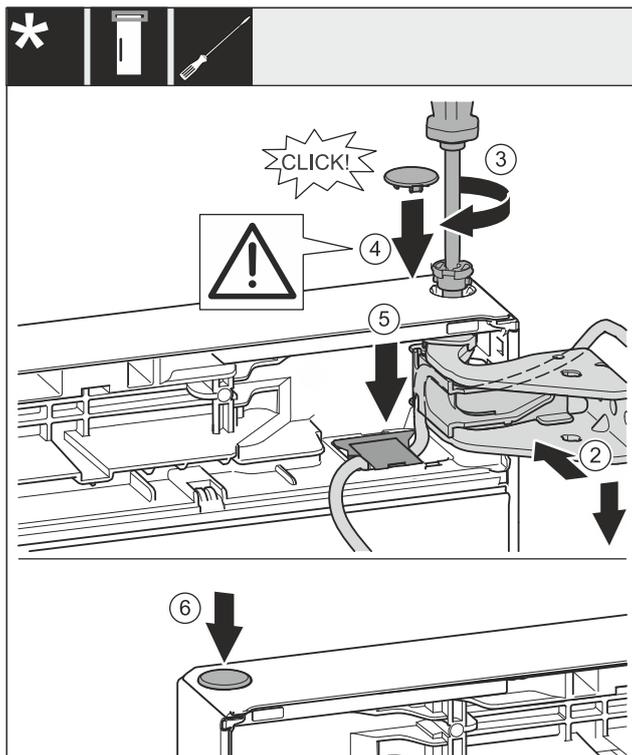

Fig. 31
- ▶ Poravnajte vrata gore prema otvoru u podlošku ležaja. Fig. 31 (2)
- ▶ Umetnite svornjak i zavijte odvijačem T15. Fig. 31 (3)
- ▶ Montirajte sigurnosni pokrov radi osiguranja vrata: Umetnite sigurnosni pokrov i provjerite naliježe li na vrata. U protivnom u potpunosti umetnite svornjake. Fig. 31 (4)
- ▶ Umetnite poklopac i pritišćite ga prema dolje dok se ne uglavi. Fig. 31 (5)
- ▶ Umetnite čep. Fig. 31 (6)